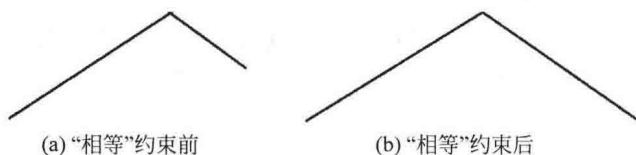

图 1-25 “相等”约束
- 长度相等: 单击“相等”按钮 , 两个图素相等, 如图 1-25 所示。